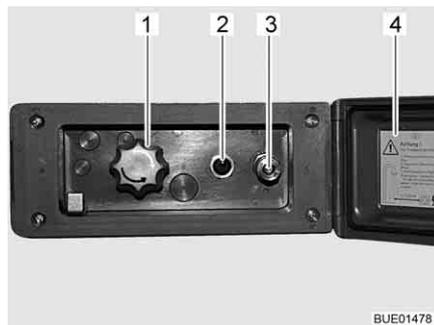

Fig. 138 Raccordo doccia esterno
- Sganciare ed aprire il coperchio (Fig. 138,4).
- Collegare il tubo flessibile della doccia esterna alla chiusura rapida (Fig. 138,3).
- Accendere la pompa dell'acqua con l'interruttore (Fig. 138,2).
- Regolare la temperatura dell'acqua ai gradi desiderati mediante la manopola (Fig. 138,1).
- Spegnere la pompa dell'acqua con l'interruttore (Fig. 138,2).
- Chiudere il coperchio (Fig. 138,4) e bloccarlo con la chiave.
- Ruotare la manopola (Fig. 138,1) sulla posizione centrale.